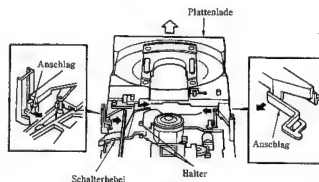

Abb. 1
## 1. Austausch von Teilen der CD-Plattenlade (Abb. 1 und 2)
## (2) Einbau der Plattenlade (Abb. 1, 2 und 3)
## (8) Austausch des Schalterhebels (Abb. 1)